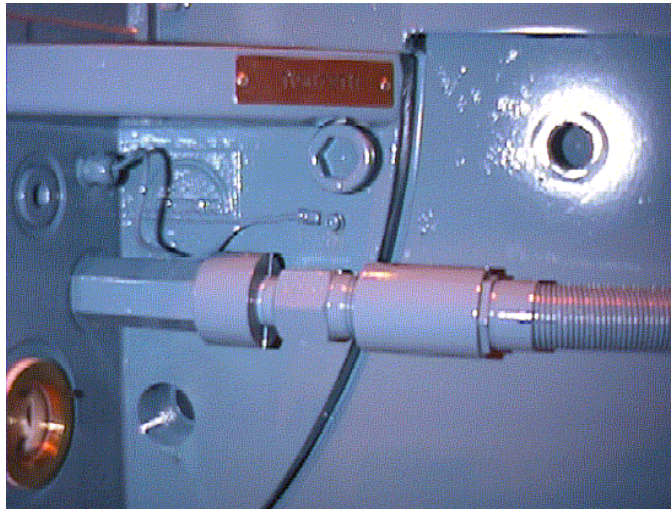

Рисунок 7-2 Кабель заземления подшипника приводного конца (D)
Оба конца вала не должны быть изолированы от корпуса, поскольку "плавающий" вал будет иметь неопределенный электрический потенциал относительно окружающих элементов оборудования и, поэтому, может оказаться причиной повреждений. Однако, для того, чтобы облегчить тестирование изоляции подшипника неприводного конца, подшипник приводного конца, как правило, также изолируется. Эта изоляция короткозамкнута кабелем заземления во время обычного рабочего режима; см. *Рисунок 7-2 Кабель заземления подшипника приводного конца (D)*.